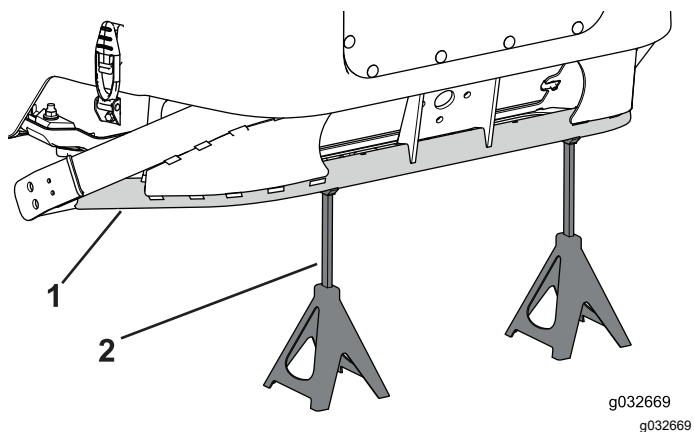

Figura 85
1. Coloque 2 gatos fijos debajo de la parte trasera del bastidor para soportar el peso de la máquina cuando se levante del suelo la parte delantera (Figura 85).